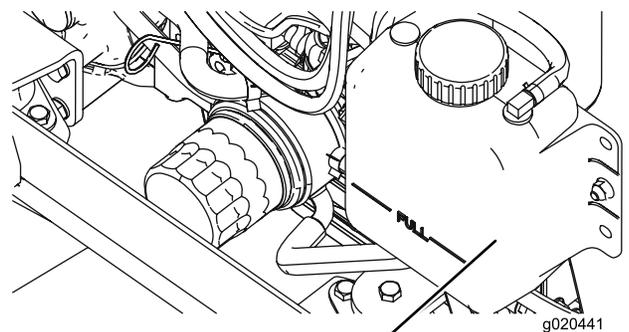

図 110
1. ラジエーターと補助タンクのふたを注意深く開ける 図 110。